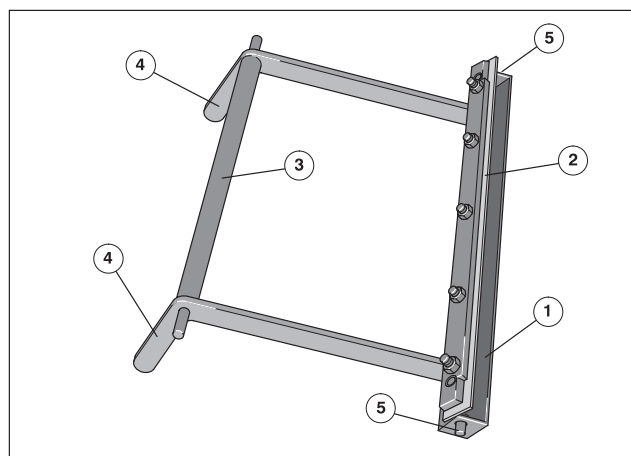

Рис. 24 Смывочный рапель
Смывочный рапель состоит из ванны (Рис. 24/①), рапельного ножа (Рис. 24/②) и держателя (Рис. 24/③). С помощью ручек (Рис. 24/④) держатель вставляется в нумератор. Боковые болты (Рис. 24/⑤) на ванне служат для облегчения установки. При вводе до упора рапель подводится к краскорастирочному валику; зафиксировать позицию смывки винтами с накатанными головками.